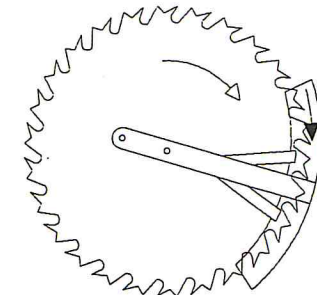

Fig. 6
3.- Asegurarse de que la posición del disco es la correcta. La dirección de la flecha grabada en la superficie del disco debe corresponder con la dirección de la flecha grabada en la protección frontal de plástico (Fig. 6).